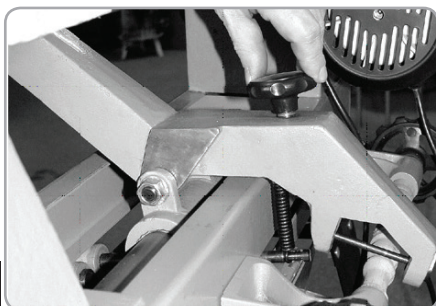

Fig.15
- Originalul copiat va fi fixat între punctele de centrare ale mânerelor pentru copierea. Mișcându-se poate fi reglat cu ajutorul șurubului de tensionare. Fig 15